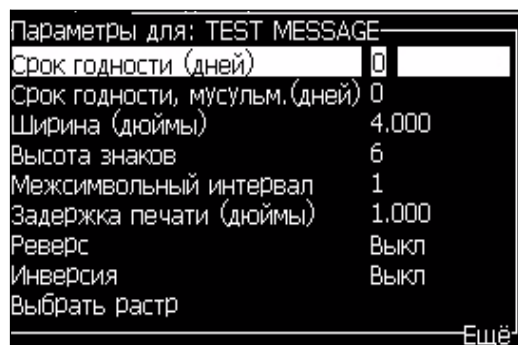

Рисунок 5-11: Диалоговое окно “Message Parameters” (параметры сообщения)
- 2 В меню “Messages” (сообщения) выберите опцию “Message Parameters” (параметры сообщений) (Рисунок 5-11 на странице 5-27) для редактирования значений.